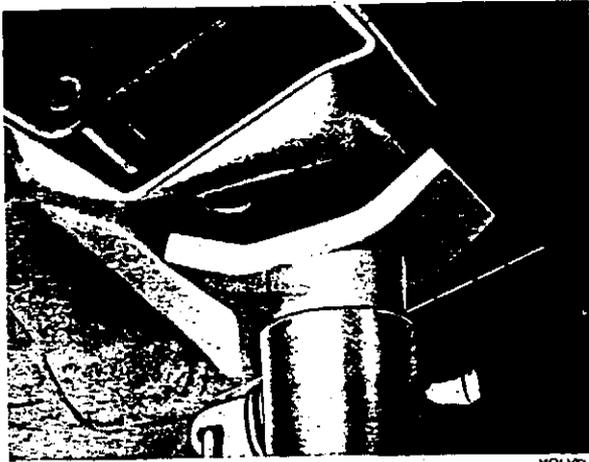

Abb. 12 Anbringung des Bockes, Serie 140
- satz und vor dem hinteren Wagenheberansatz, siehe Abb. 12).